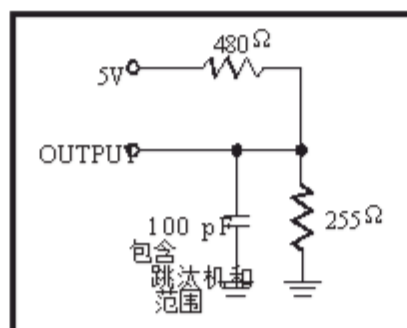

图1.
- 测试条件假定信号转换时间为5 ns或更短, 定时参考电平为1.5V, 输入脉冲电平为0至3.0V, 输出负载在图1中指定.
输出负载	参见图1和2
输出负载在图1中指定.